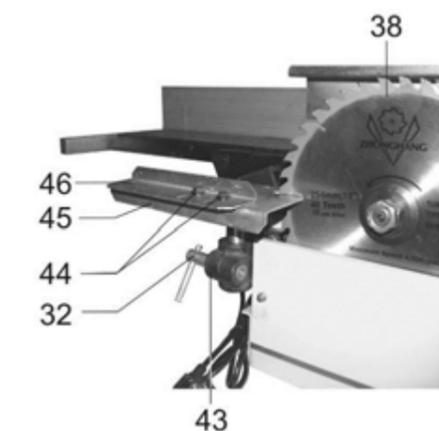

Рис. 6
## 8.4. Установка рабочего стола для шипорезных работ (Рис. 6)
- зафиксировать выбранное положение направляющей планки (46) на рабочем столе (45) относительно пильного диска (38) двумя установочными болтами (44), Рис. 6.